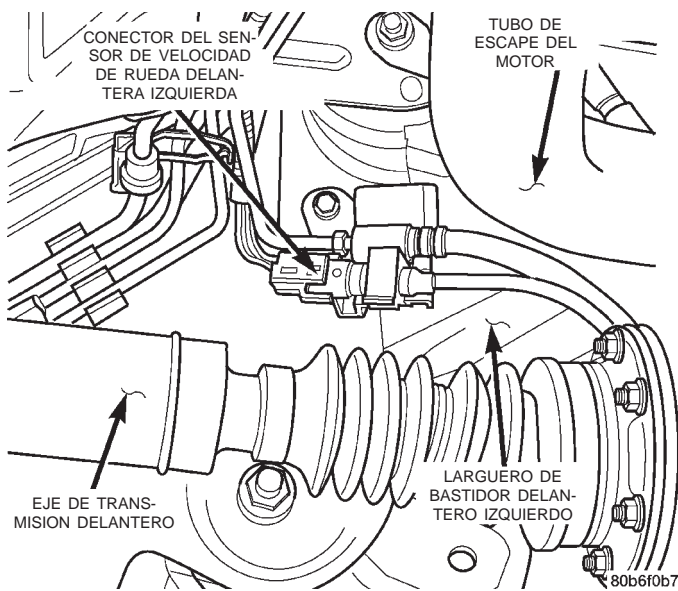
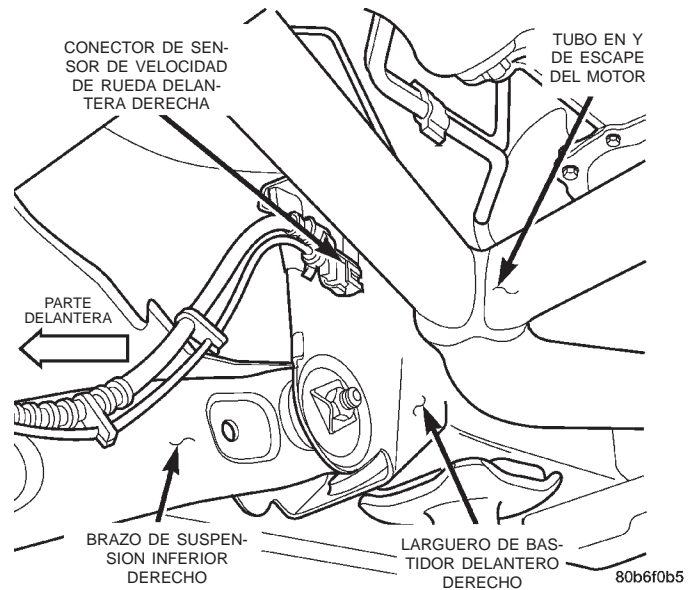

Fig. 9 Conector del sensor izquierdo
Fig. 10 Conector de sensor derecho
- (5) Desconecte el sensor del mazo del sensor (Fig. 9) y (Fig. 10).
- (6) Retire el sensor y el cable.